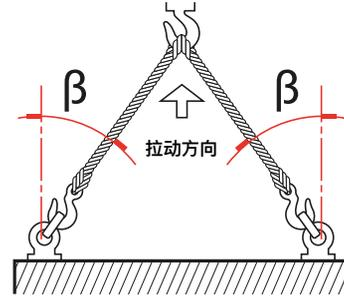

图 7.1 吊装（最大尺寸为 161 的单作用执行器）
- 对于单作用执行器，请将吊索挂在吊耳，如图 7.1 所示。